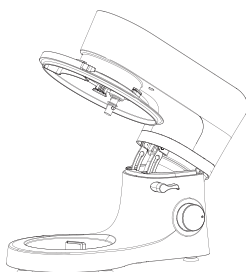

Abb. 2
- Positionieren Sie den Verschlussdeckel (9) auf die Gelenkunterseite und drehen Sie diesen, bis er fest arretiert ist. [Abb. 2]